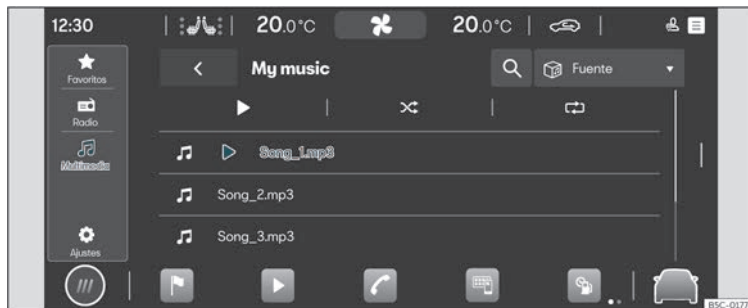

Fig. 147 Representació esquemàtica::Vista Multimedia
- Premeu **HOME** > > > **Música** >>> **fig. 147**.